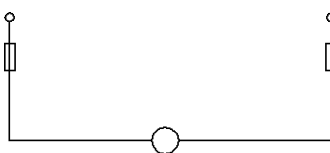

图 15-51 绘制并平移圆
(5) 绘制并平移圆。单击“默认”选项卡“绘图”面板中的“圆”按钮, 在对象捕捉绘图方式下, 分别捕捉两条竖直直线的上端点作为圆心, 绘制两个半径为 1 的圆; 然后单击“默认”选项卡“修改”面板中的“移动”按钮, 将刚绘制的两个圆分别向上平移 1, 如图 15-51 所示。